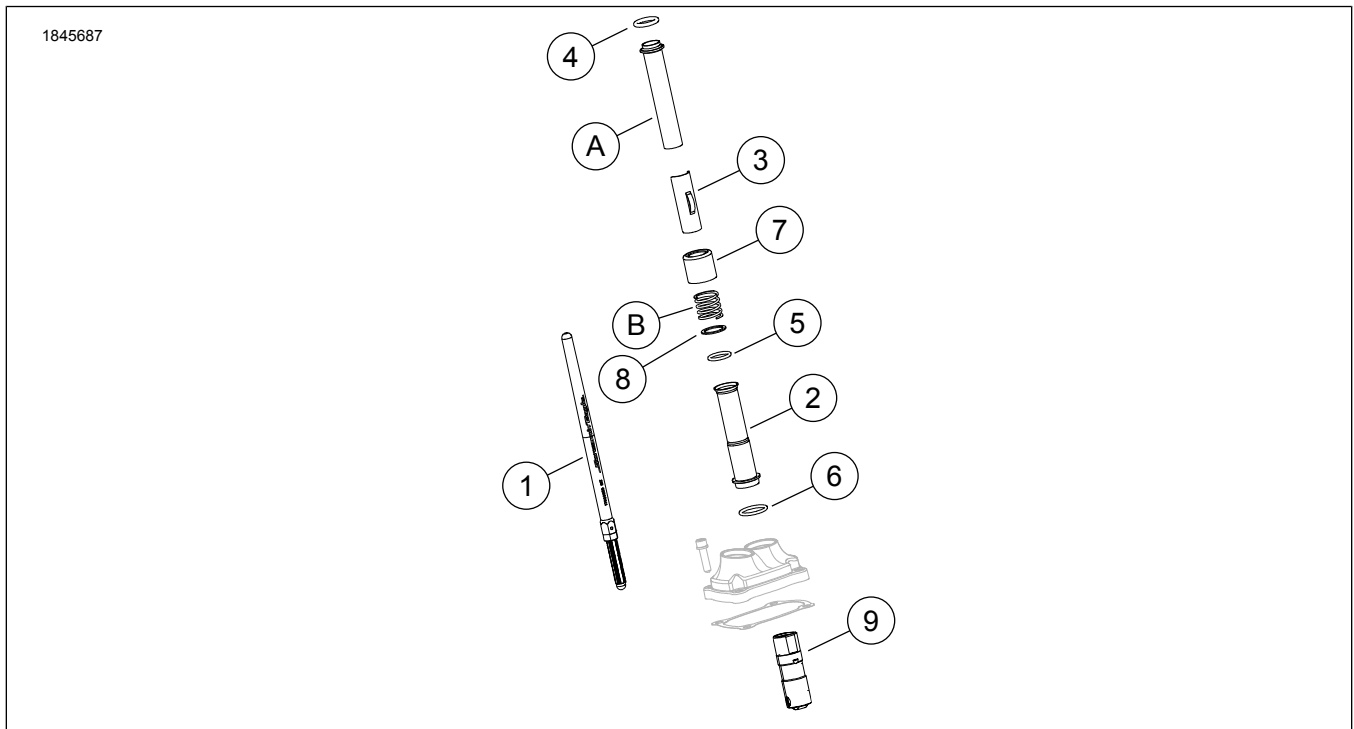
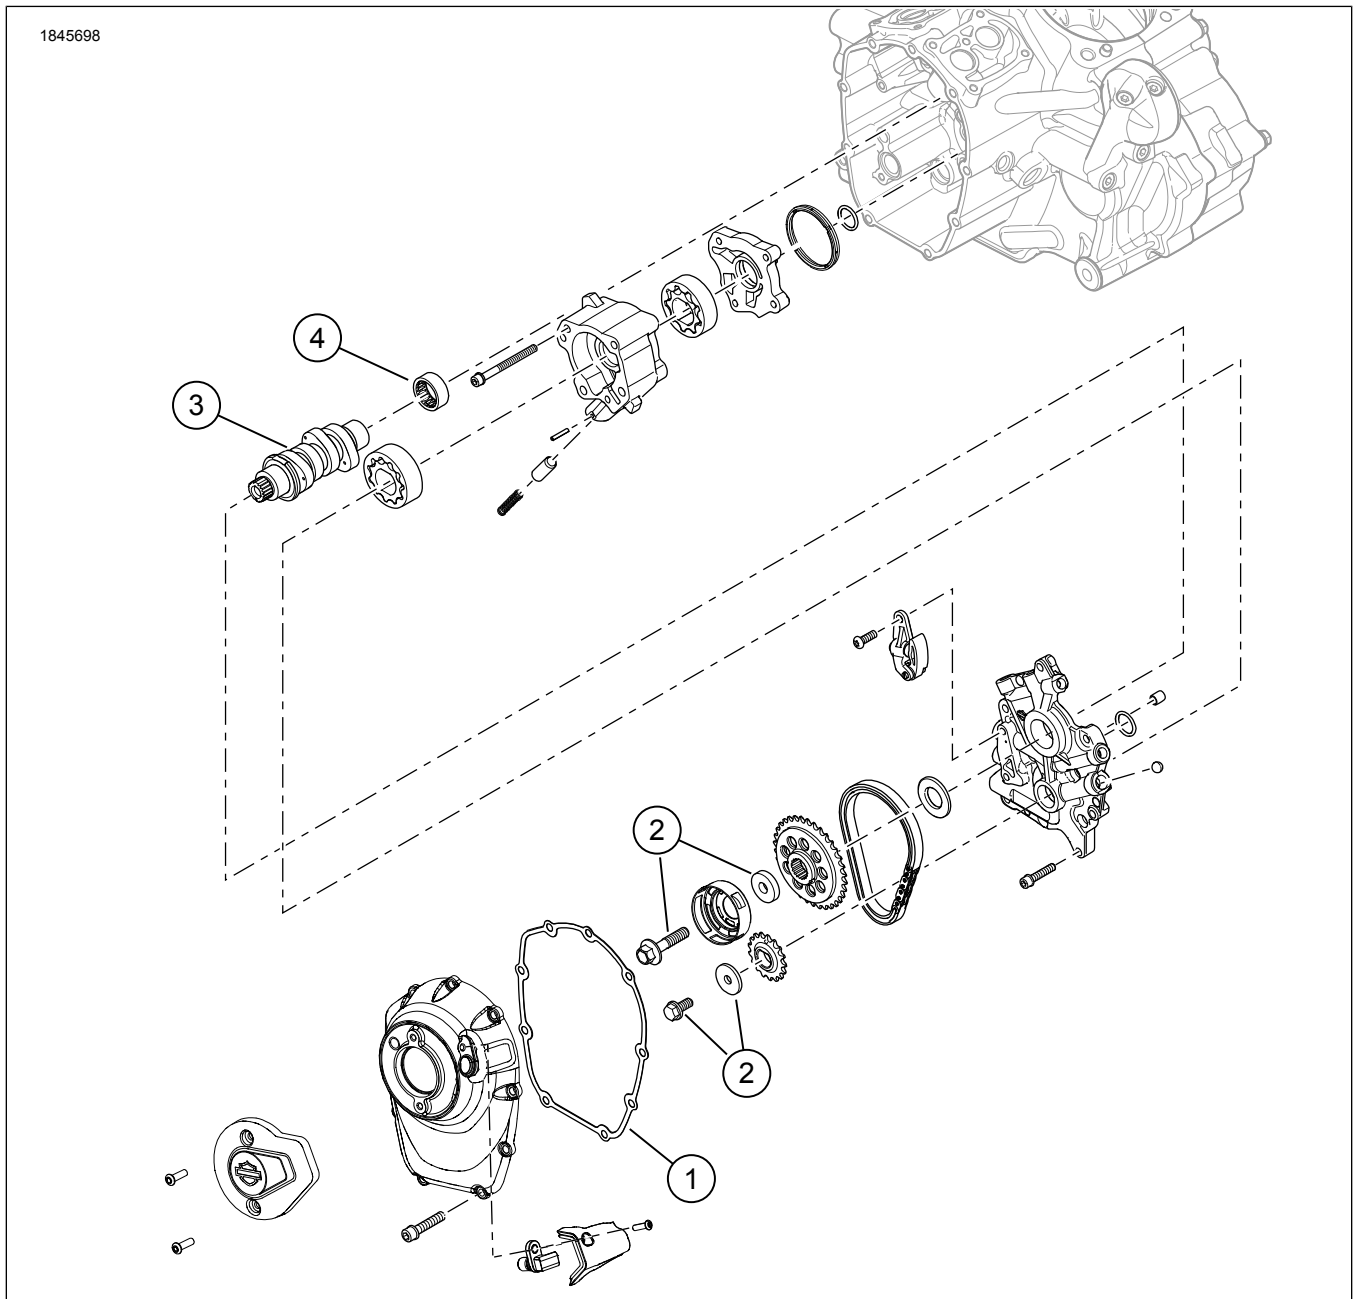

Figura 1. Contenido del kit: Kit Screamin' Eagle Milwaukee-Eight Stage 2
Figura 2. Contenido del kit: Kit Screamin' Eagle Milwaukee-Eight Stage 2
Consulte la Figura 1 y la Figura 2.
1. Figura 2 Instalar la bomba de aceite. Consulta el manual de servicio.